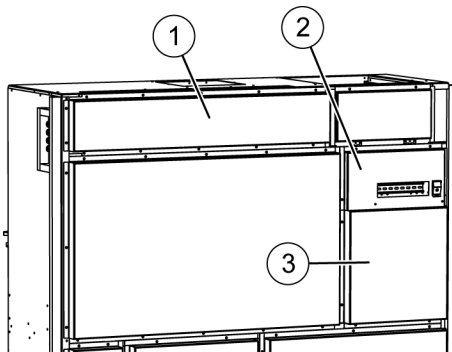

Abb. 27: Unterteil
- 13.** ▶ Deckel Elektroanschlüsse (Abb. 27/1), Steuerung Oberseite (Abb. 27/2) und Unterseite (Abb. 27/3) vom Unterteil abschrauben.